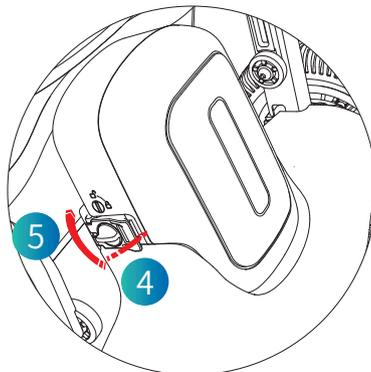

Abbildung 4.6.2.3
(3) Schritt 3: Schließen Sie den linken Batterieverschluss manuell, und drehen Sie dann den linken Knopf des Batteriebaus in die Verriegelungsposition. (Siehe Abbildung 4.6.2.3)